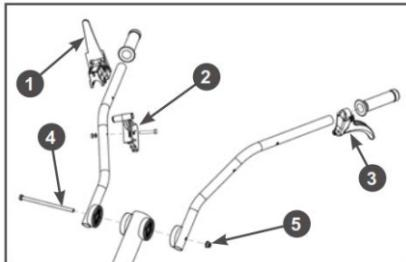

Рис. 6 Установка рукояток управления
7.Установите на рукоятки управления рычаг 1 сцепления, рычаг 2 газа и рычаг 3 разблокировки левой полуоси (Рис. 6).
8.Установите рукоятки управления на стойку (Рис. 6). Совместите отверстия в рукоятках и стойке, вставьте болт 4 и закрутите гайку 5 крепления рукояток.